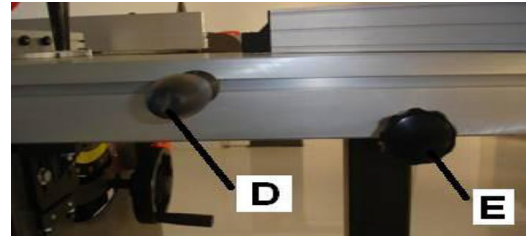

Abb. 19: Griff und Klemmschraube montieren
Schritt 7: Griff D (Abb. 19) am Schiebeträger montieren: M12x1.75 T-Mutter in die Nut des Schiebeträgers führen, den Griff aufsetzen und mit einem Gabelschlüssel SW 17 festziehen.
Schritt 8: Klemmschraube E (Abb. 19) in den Schiebeträger einsetzen und mit der M10 Mutter auf der gegenüberliegenden Seite festziehen.